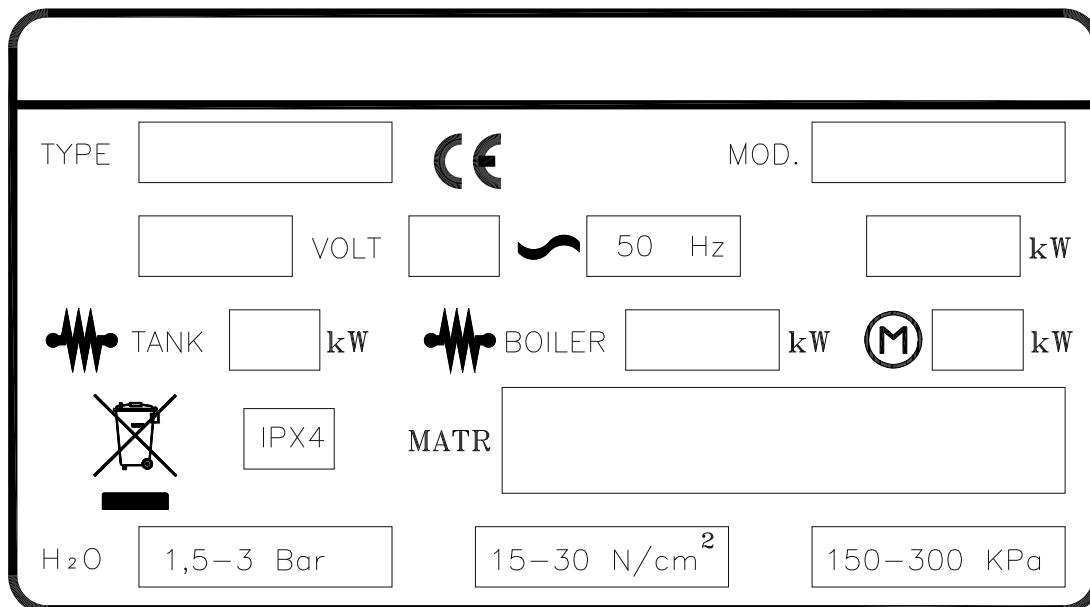

Fig. 1-1
- La targhetta caratteristiche (Fig. 1-1) si trova sul fianco dx della macchina. Essa contiene tutti i dati necessari per l'installazione.
- The specifications tag (Fig. 1-1) is placed on the right-hand panel of the machine. It contains all the neccessary data to install the appliance.
- Das Maschinenschild (Fig. 1-1) befindet sich an der rechten seite des Gerätes. Es enthält alle für die Aufstellung notwendigen Daten.
- La plaque de caractéristiques (Fig. 1-1) comportant les caractéristiques de l'appareil est placée sur le côté droit. Elle indique toutes les données nécessaires à la mise en place de la machine.
- La placa de características (Fig. 1-1) está ubicada en el flanco derecho de la máquina. Contiene todos los datos necesarios para la instalación.